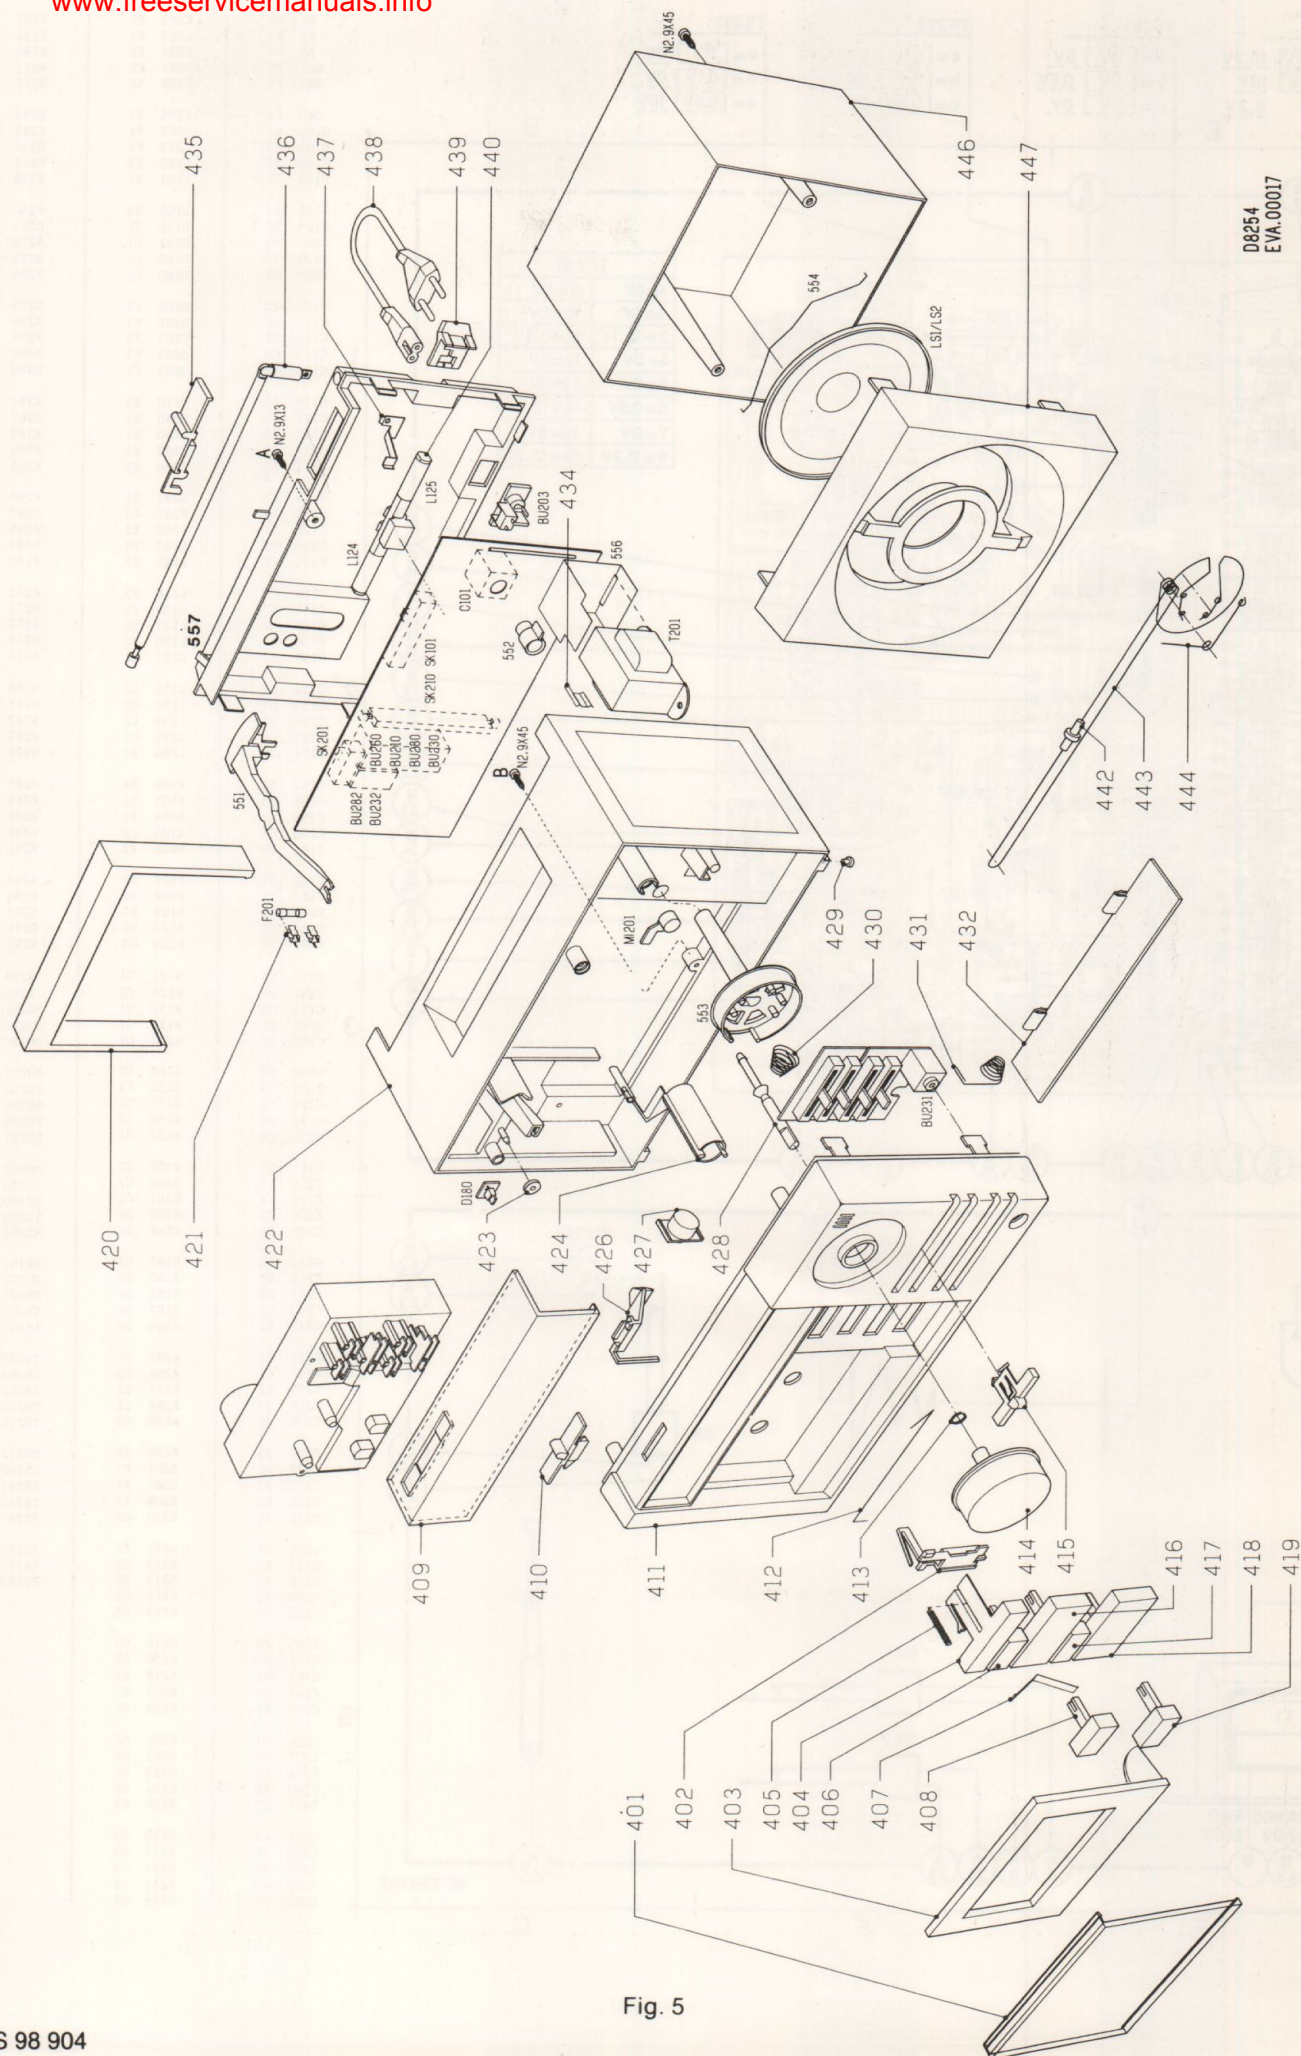

Fig. 5
- Remove screw A (see Fig. 5).
Now remove the three screws B (see Fig. 5).
- Enlever la vis A (voir Fig. 5).
Enlever à présent les 3 vis B (voir Fig. 5).
- Verwijder schroef A (zie Fig. 5).
Verwijder nu de drie schroeven B (zie Fig. 5).
- Schraube A (siehe Bild 5) lösen.
Nun die drei Schrauben B (siehe Bild 5) lösen. Auch die Vorderseite ist mit Einschnapphaken am mittleren Gehäuseeteil 422 befestigt; 2x je Seite. Siehe die Anzeige zur Abnahme der Rückwand 557 vor den Einschnapphaken.